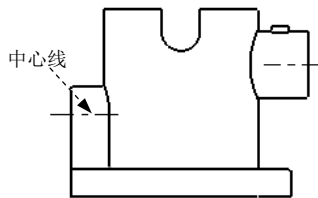

图 6.2.4 创建中心线（二）
Step3. 选择命令。选择下拉菜单  插入(I)   注解(A)   中心线(C)... 命令，系统弹出“中心线”对话框。
Step5. 单击“完成”按钮 ，完成中心线的创建，如图 6.2.4 所示。